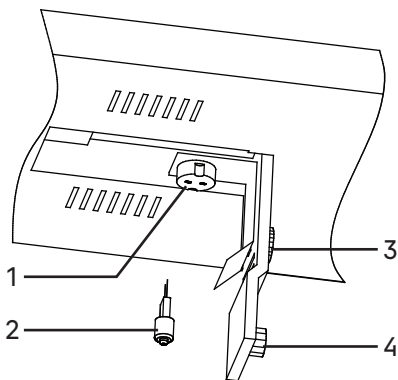

Рис. 21. Замена лампы проходящего света
- ослабьте винт 4 и откройте дверцу 3, как показано на рис. 21;